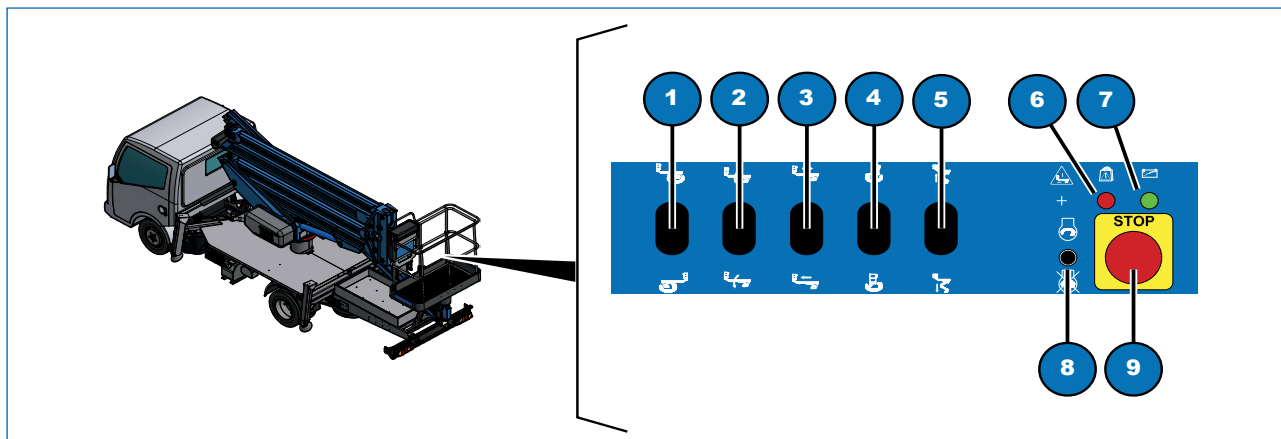

Fig. 4.7
- deux à l'intérieur du panneau en cabine (Fig. 4.7) ;